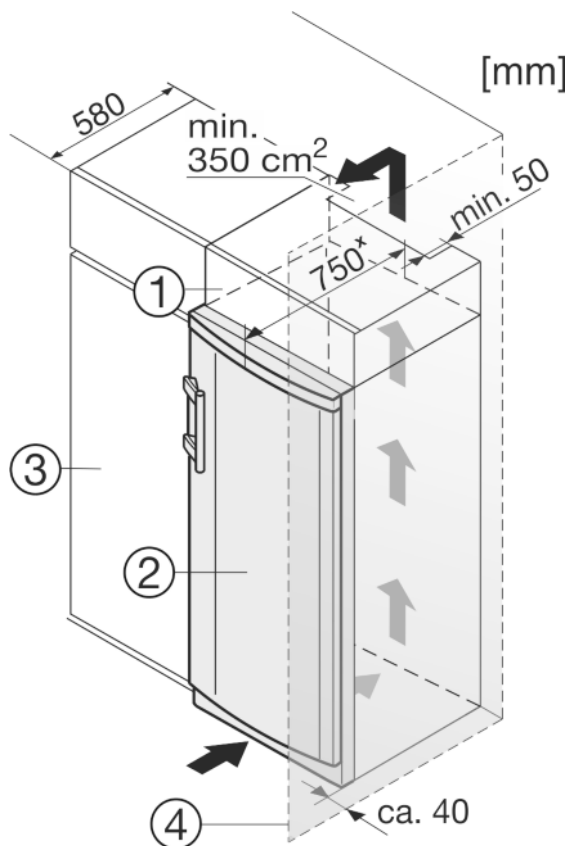

Fig. 9
Устройство может быть окружено предметами кухонной обстановки. Чтобы уравнивать устройство Fig. 9 (2) по высоте с кухонной стенкой, можно установить над устройством соответствующий дополнительный шкафчик Fig. 9 (1).
Если устройство установлено на шарнирах у стены *Fig. 9 (4)*, то расстояние между устройством и стеной должно быть не менее 40 мм. Настолько выступает ручка при открытой дверце.